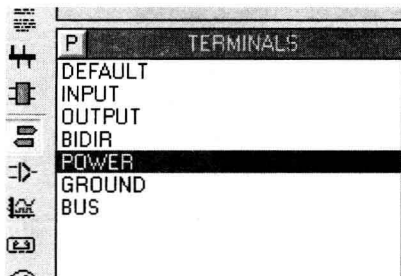

图 1-10 选择电源 (“POWER”)
3) 取出电源和地的接头: 单击工具栏中的  按钮, 选择“对象选择器”窗口中的电源 (“POWER”), 如图 1-10 所示。